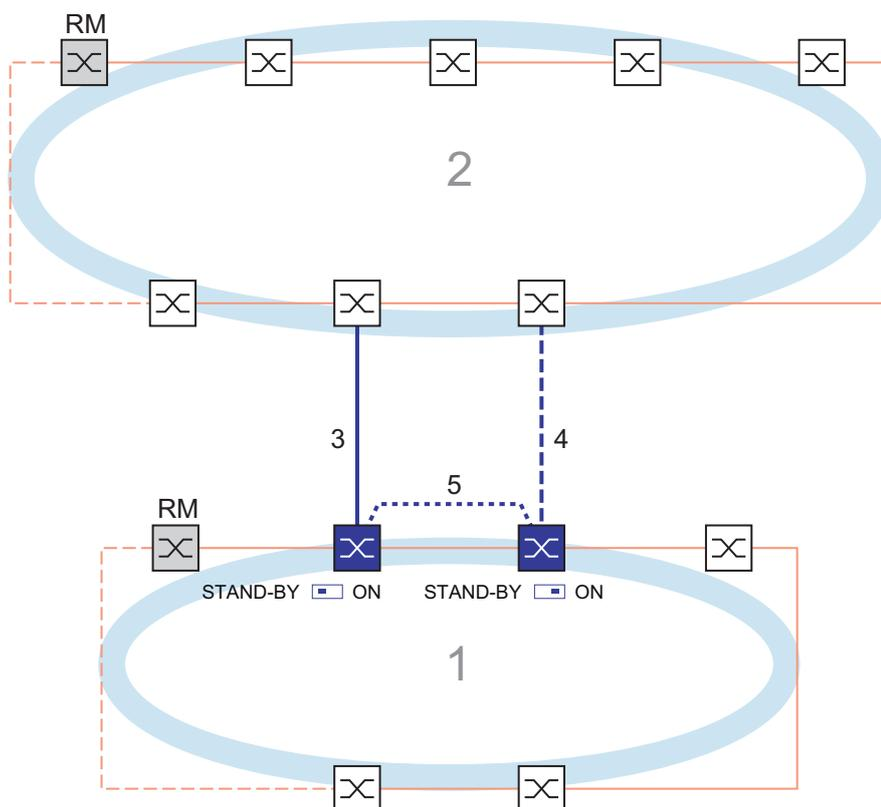

Figure 61 : Exemple de couplage à deux commutateurs réseau avec ligne de commande
- Si vous le connectez à une structure en bus ou maillée, sélectionnez le bouton radio *network coupling*.Le *Coupling mode* décrit le type de réseau dorsal auquel vous connectez le réseau en anneau (voir la figure 61).